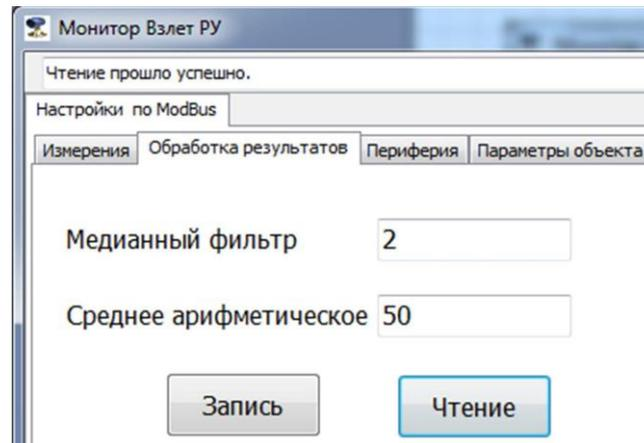

Рисунок 22 – Вкладка «Обработка результатов»
7.6.1 Во вкладке «Обработка результатов» (см. рисунок 22) задаются коэффициенты медианного и среднеарифметического фильтров, определяющие параметры фильтрации результатов измерения.